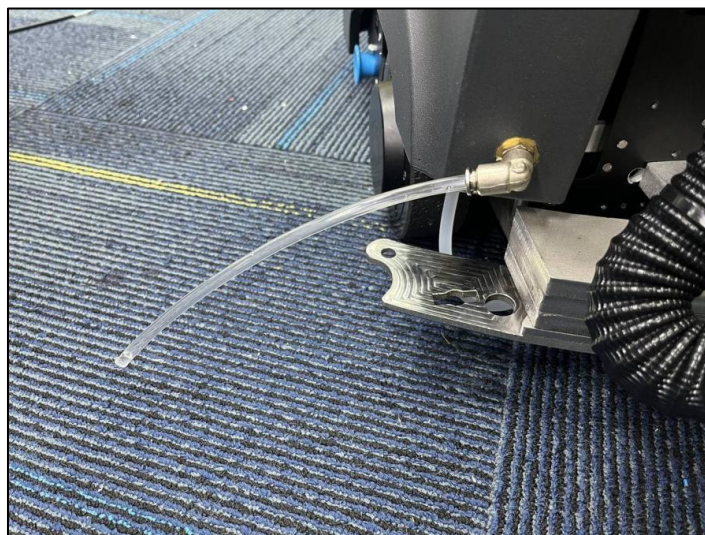

Fig. 2
3. Dirigez l'extrémité du tube vers le drain. Le raccord peut être tourné (Fig. 2).